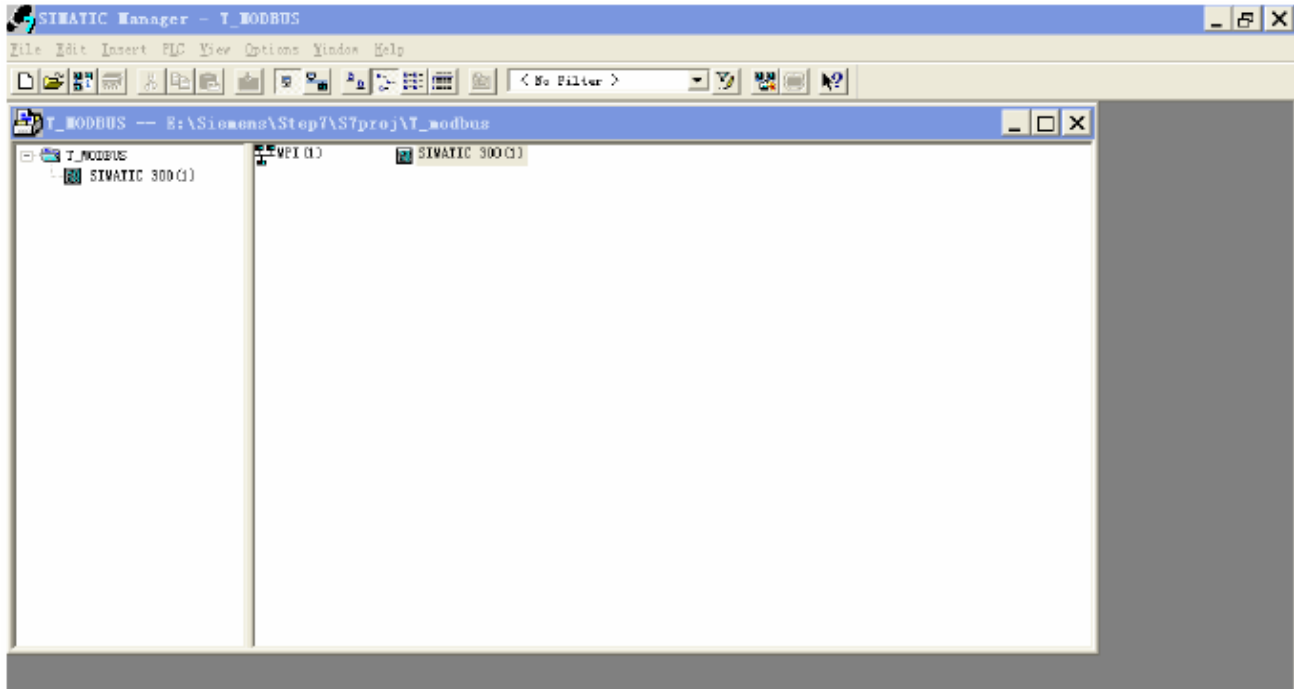

图 3
3. Insert->Station->SIMATIC 300 Station, 如图 3: